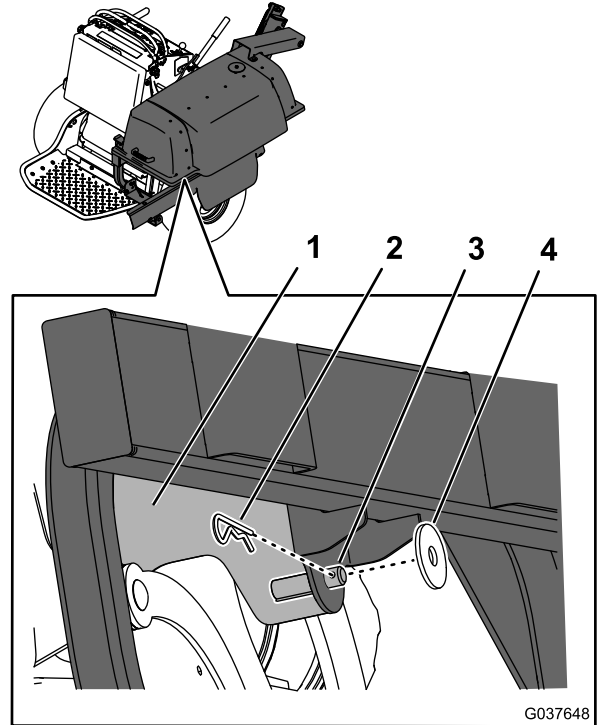

Figure 14
2. Fixez cadre sur la goupille située sur le support arrière à l'aide d'un axe de chape et d'une goupille fendue (Figure 14).